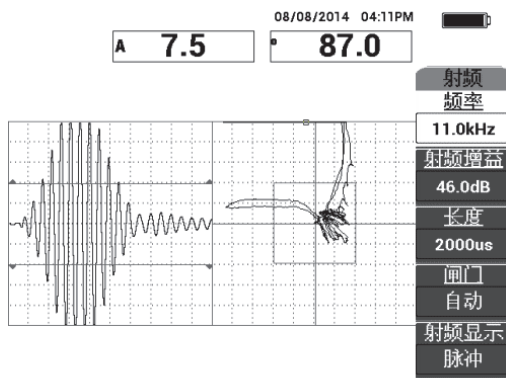

图 6-4 探测远端和近端脱粘缺陷
4. 在远端和近端脱粘的区域上扫查, 然后在继续使用探头扫查脱粘缺陷的过程中, 确保探测到这两个缺陷 (参见第 115 页的图 6-4)。